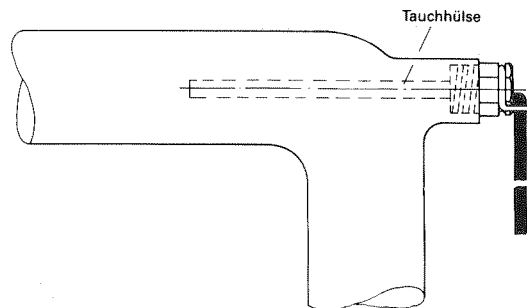

Abb. 4.8
2. Die Tauchhülse an geeigneter Stelle des betreffenden Heizkreises, z. B. Krümmung des Rohres, eindichten (Abb. 4.8).